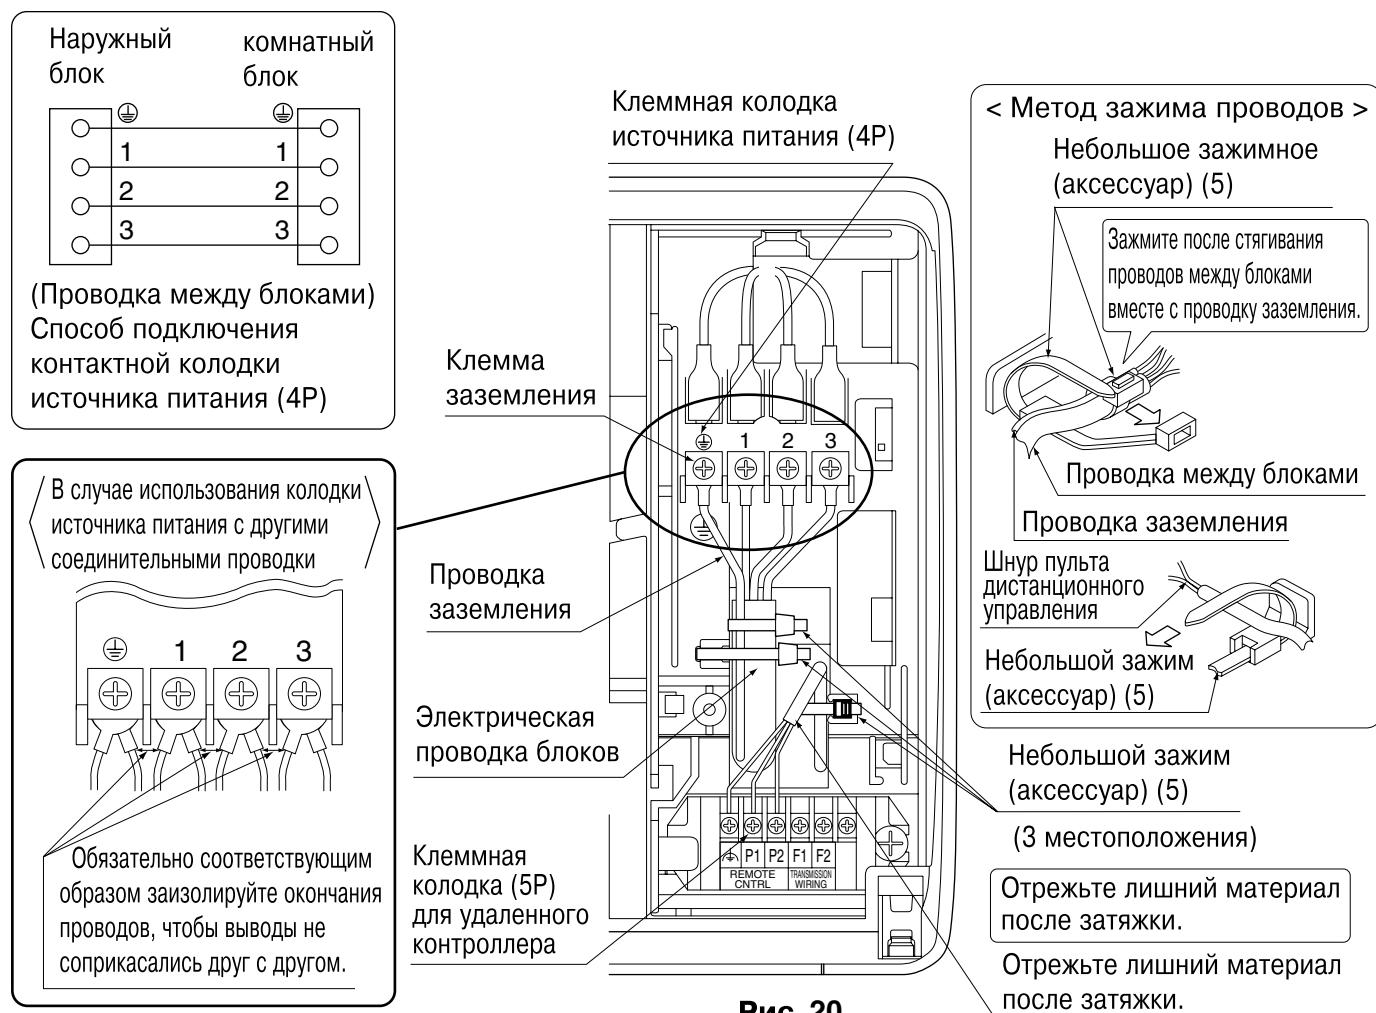

Рис. 20
(См. рис. 20)
При данном подключении, стяните проводку удаленного контроллера входящим в комплект поставки зажимным приспособлением (небольшим) (5), а затем плотно сожмите входящее в комплект поставки зажимное приспособление (небольшое) (5) согласно рисунку. (**См. рис. 20**)